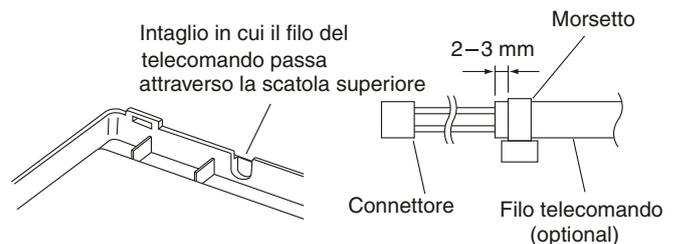

Fig. 3-24
2. Per fare passare il cavo del ricevitore attraverso la scatola superiore (parte sottile in alto al centro), usare pinze o utensili simili per praticare un intaglio avente le stesse dimensioni del filo telecomando (optional). (Fig. 3-24)